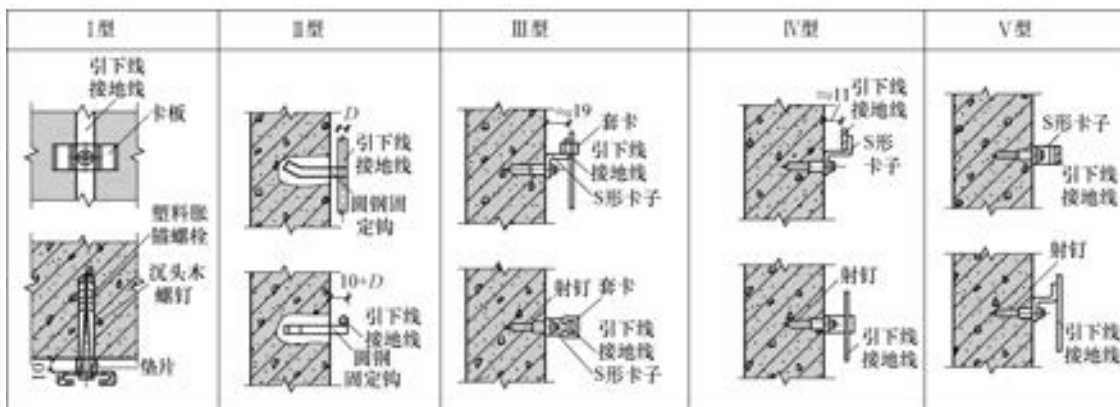

图 5-22 引下线与接地线在混凝土结构上的安装
1. 引下线与接地线在混凝土结构上的安装 (见图 5-22)